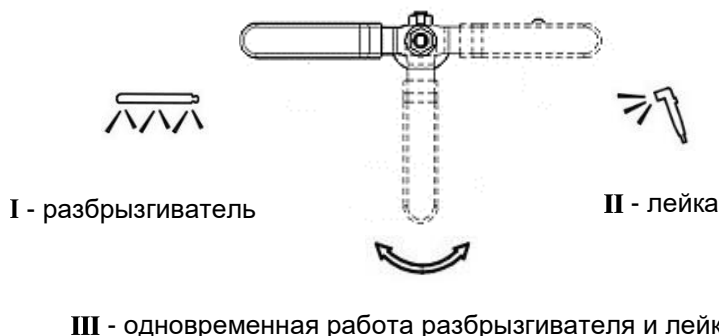

Рис. 3 Режимы шарового крана
- Подсоедините шланг для слива воды к выходному штуцеру (9), шланг выведите в технологическую емкость или канал (см. Меры безопасности);
- Переключите кран (4) в положение **I** – разбрызгиватель; **Рис. 3**
Для того, чтобы воспользоваться лейкой переключите кран (4) в необходимое положение, см. **Рис. 3**.